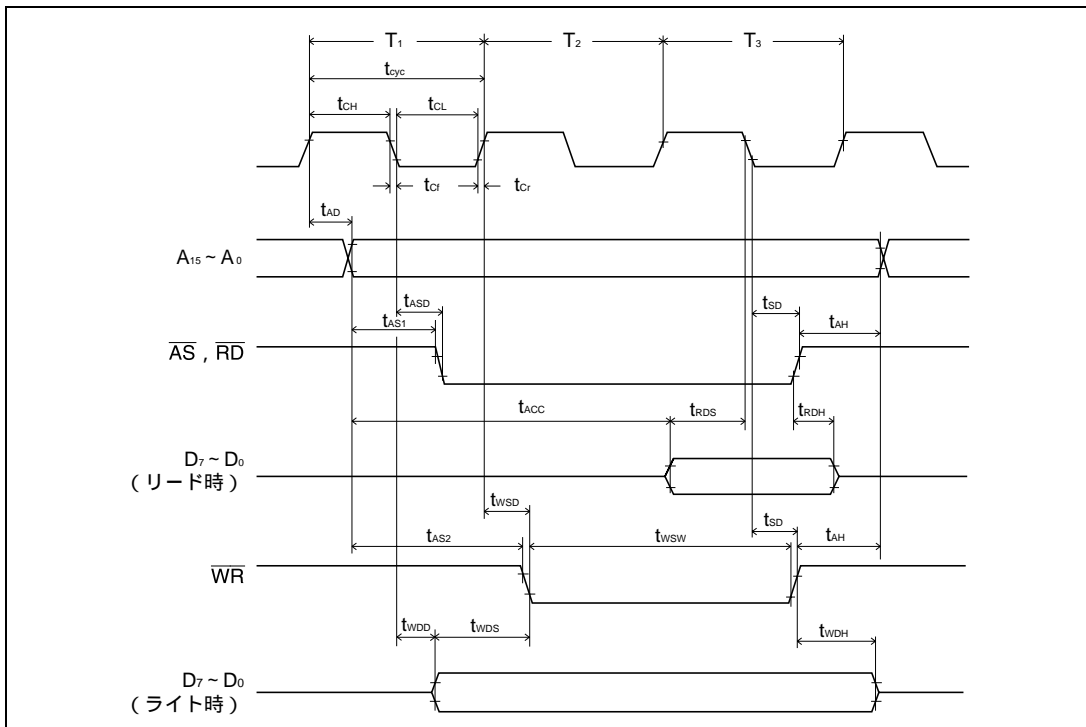
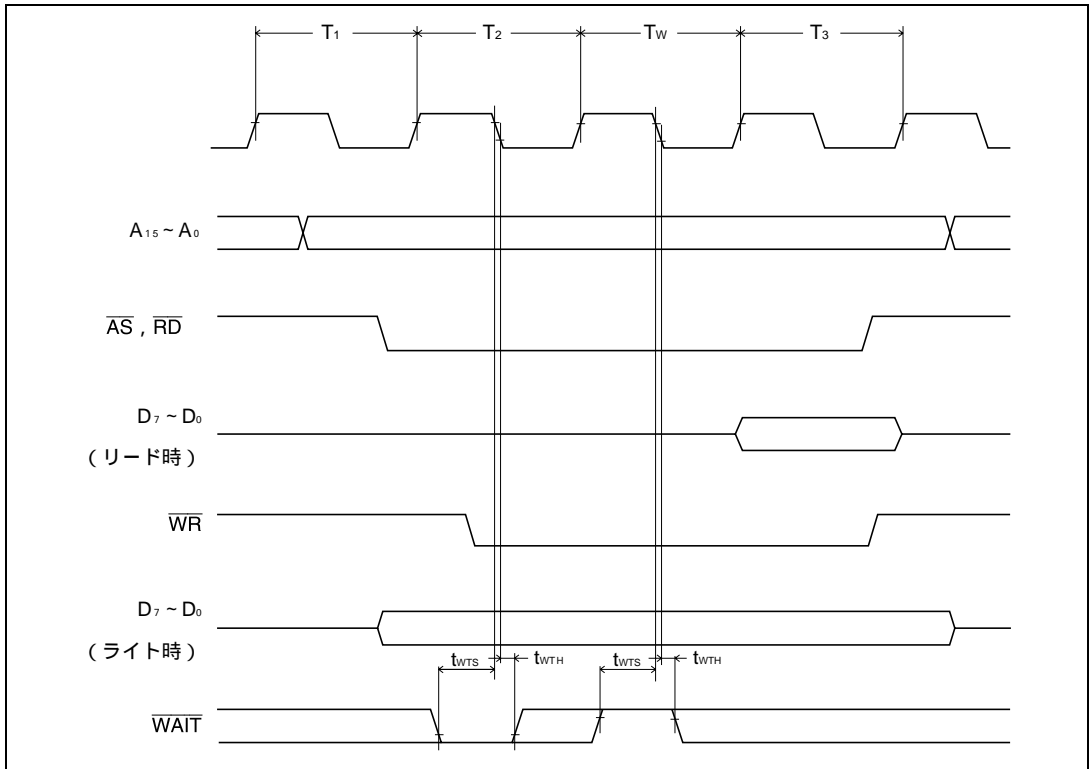

図 19.4 拡張モード時基本バスサイクル (ウェイトステートなし)
図 19.5 拡張モード(モード 1、2)時基本バスサイクル(1ウェイトステート)
19.3.1 バスタイミング	図 19.4 ~ 図 19.5